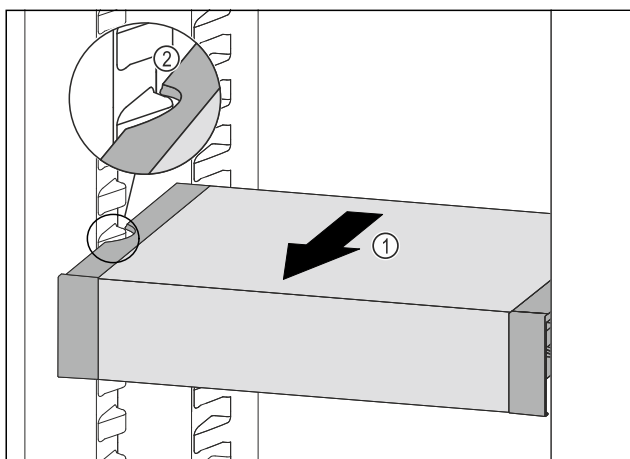

Fig. 89
- ▶ VarioSafe pociągnąć w przód Fig. 89 (1), aż boczne wycięcia szuflady VarioSafe będą się znajdować na wysokości żeber pojemnika w chłodziarce. Fig. 89 (2)